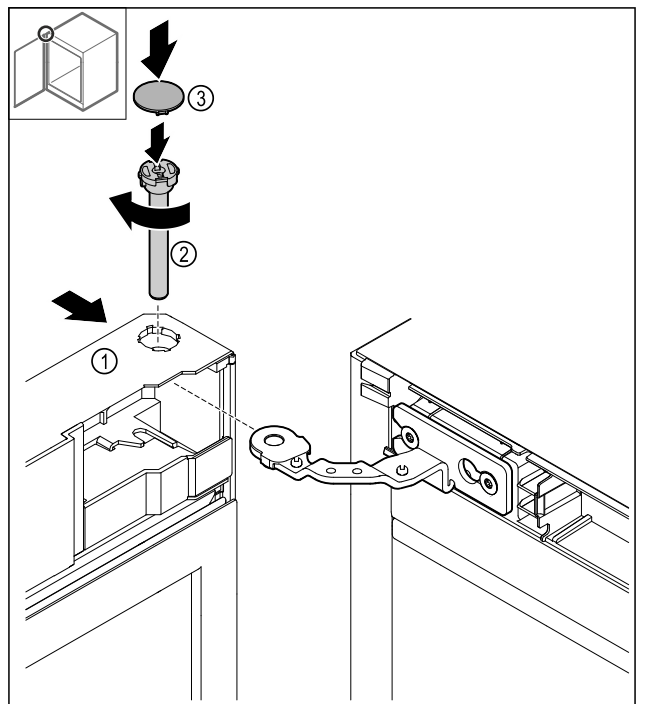

Fig. 43
- ▶ Työnnä ovi Fig. 43 (1) ylös saranaan.
- ▶ Liitä pultti Fig. 43 (2) ja kierrä se myötäpäivään kiinni.
- ▶ Aseta suojus Fig. 43 (4) paikalleen.